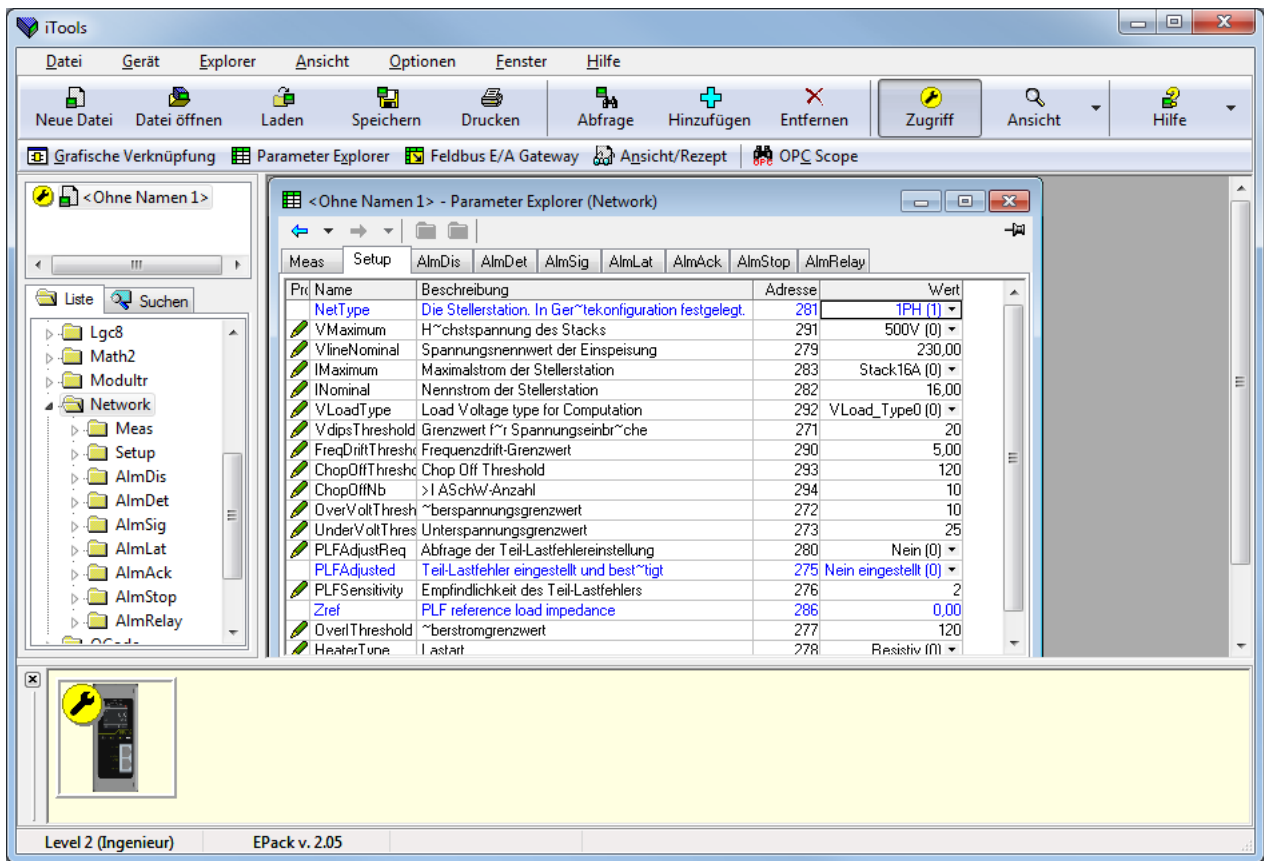

Abbildung 8.127: Beispiel einer Parametertabelle
In jedem Fall erscheinen die Funktionsblock Parameter im iTools Fenster in Tabellenform, wie im Beispiel in Abbildung 8.127 dargestellt.
1. Parameter in blau können Sie nicht bearbeiten (schreibgeschützt). Im obigen Beispiel sind alle Parameter schreibgeschützt. Schwarz dargestellte Parameter mit „Bleistift“ Symbol in der linken Tabellenspalte können Sie bearbeiten. Eine Reihe solcher Einträge sehen Sie in Abbildung 8.127.